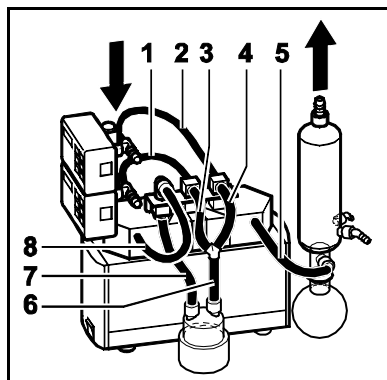

Fig. 19 : Raccordement système
1. Pousser le contrôleur de vide démonté (2) dans la rainure de la nouvelle potence (16) et fixer avec le raccord.
2. Pousser la partie de fixation de la potence dans le rail rainuré latéral de la plaque de base (17) tourné vers le haut.
5. Pousser deux vannes pour le vide (6) supplémentaires dans la rainure de la potence transversale et les fixer avec le raccord.
6. Installer les tuyaux du système (Fig. 19).